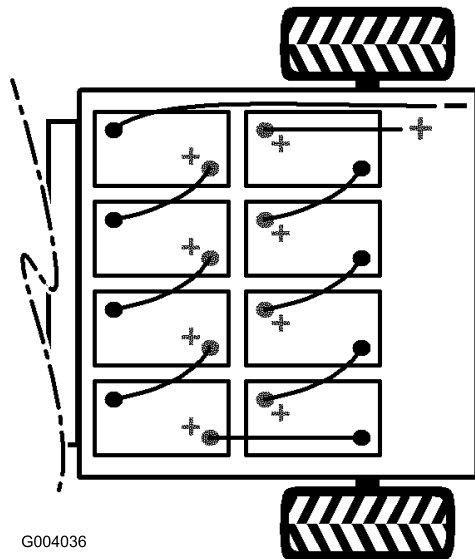

Figura 6
4. Instale las baterías según se muestra en Figura 6.
Nota: Preste atención a la polaridad de las baterías al instalar las baterías nuevas (Figura 6).
y una tuerca con arandela prensada (5/16 pulgada) (Figura 6).
8. Conecte el cable rojo largo (positivo) entre el banco de baterías y el vehículo (Figura 6).
9. Conecte el cable negro largo (negativo) entre el banco de baterías y el vehículo (Figura 6).
6. Conecte las baterías entre sí con los cables que se incluyen con las piezas sueltas, según se muestra en Figura 6. Asegúrese de que el enrutado de los cables no permite que éstos entren en contacto con ningún borde afilado.